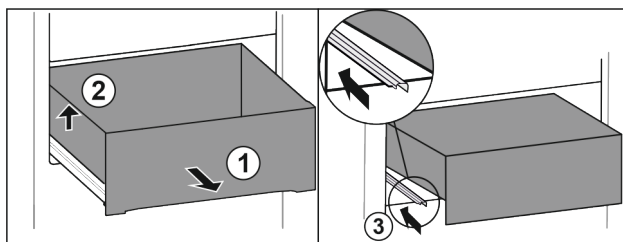

Fig. 113
- ▶ Scoateți sertarul până la opritor. Fig. 113 (1)
- ▶ Ridicați sertarul din stânga. Fig. 113 (2)
- ▶ Inșerați șina din stânga. Fig. 113 (3)